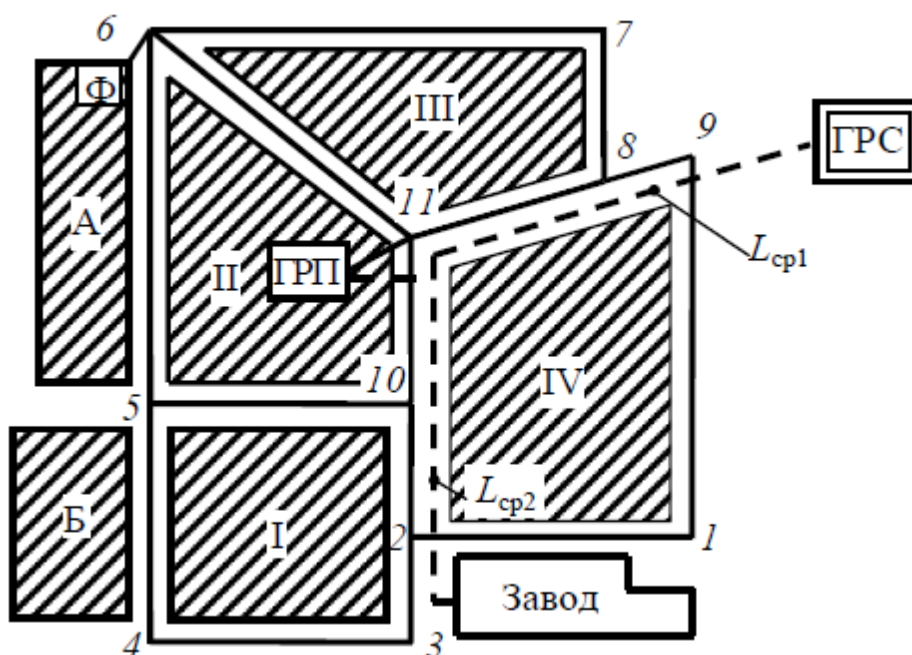

Рис. 1. Схема газовых сетей
**Задача 5.** Рассчитать газопровод среднего и низкого давления, снабжающего природным газом ( $\rho = 0,73$  кг/м3) жилые кварталы рабочего поселка и промышленные объекты (рис. 1). Избыточное давление газа на выходе из ГРС 0,28 МПа. Застройка рабочего поселка одноэтажная с плотностью населения 300 человек/га. Удельный расход газа  $q = 1,1$  м3 / (ч·чел.). На территории поселка имеются сосредоточенные потребители газа. Фабрика с расходом газа низкого давления 150 м3 /ч и завод с расходом газа среднего давления 600 м3 /ч. Подача газа в распределительную газовую сеть низкого давления осуществляется из ГРП под давлением 300 мм вод.ст. Расчетный перепад давления в сети газопровода низкого давления  $\Delta P_c = 1000$  Па. Длины сторон колец газопроводов и площади застройки жилых кварталов выбираются из табл. 2 в соответствии с вариантом.